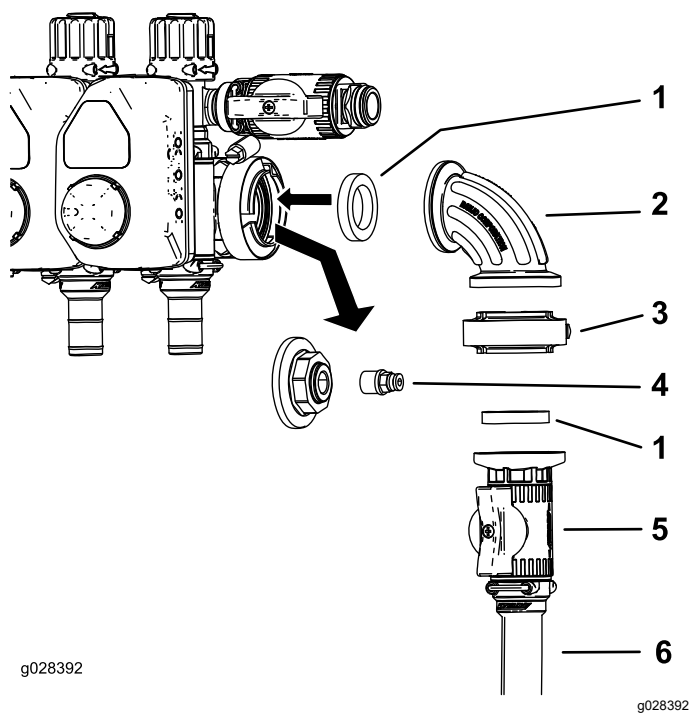

**Figura 12**
7. Instale el conjunto de válvulas de los brazos, el conector hembra, las juntas tóricas, la válvula de cierre, el acoplamiento y la manguera usando las horquillas de retención que se retiraron anteriormente, según se muestra en Figura 12.